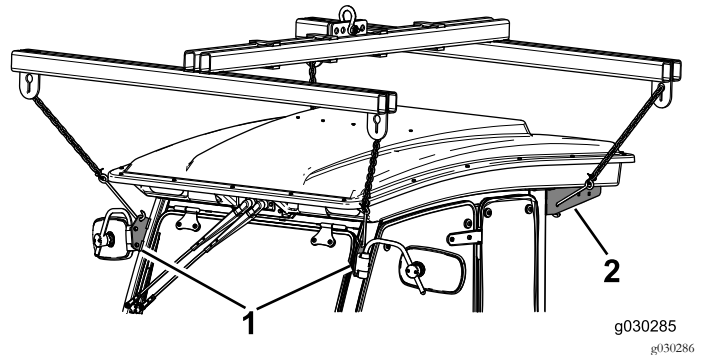

Bild 17
2. Befestigen Sie den Kabinenflaschenzug an den vier Hebestellen an der Kabine (Bild 17).